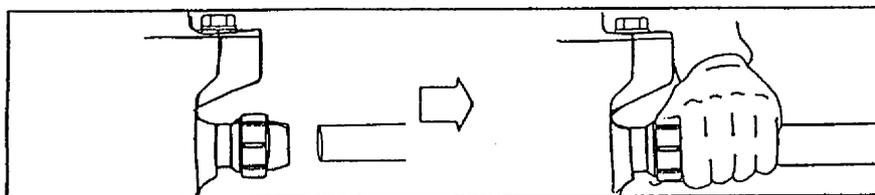

図 8
③袋ナットを本体に 2~3 山位ねじ込んだ状態になるまで緩めた後、管を差し込みます。(図 8)